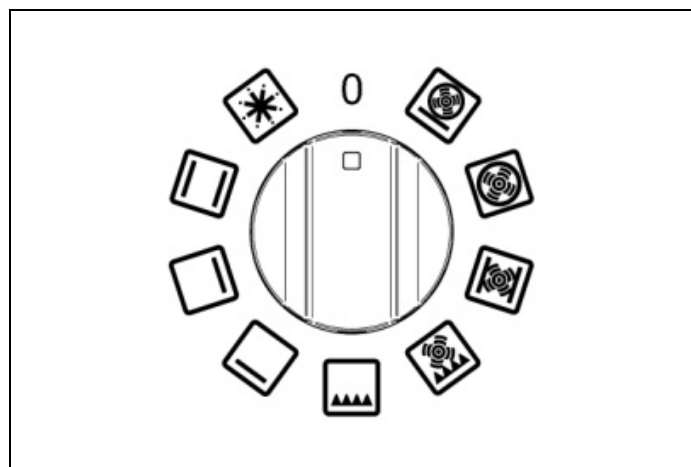
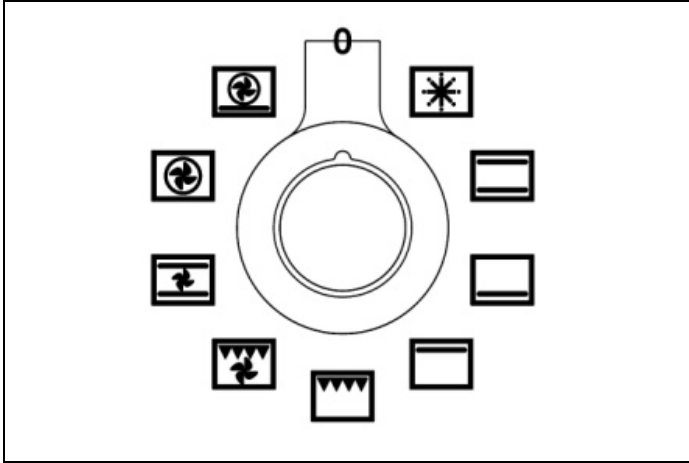
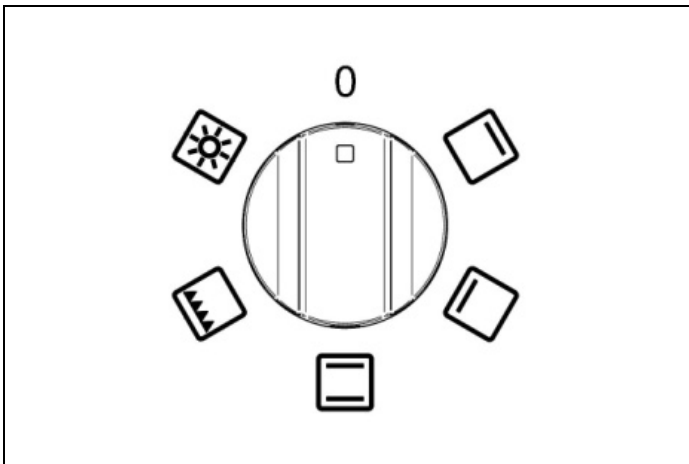
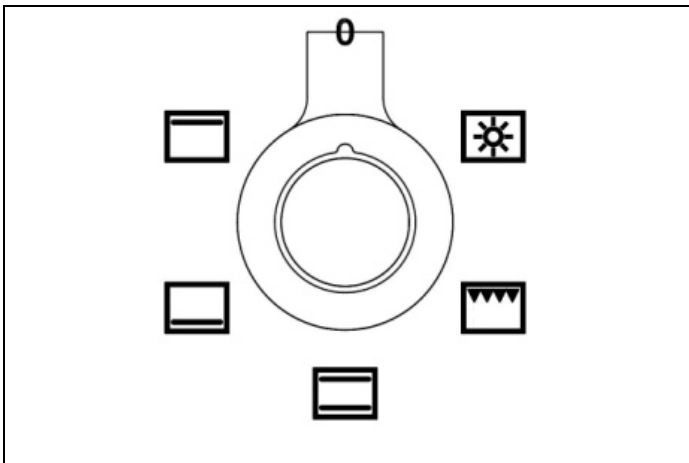

Fig. 19
Fig. 20
Fig. 21
Fig. 22
- 1) Vrid funktionsvredet (Fig. 19 - Fig. 20 och Fig. 21 - Fig. 22) medurs för att välja funktionen som du vill använda.